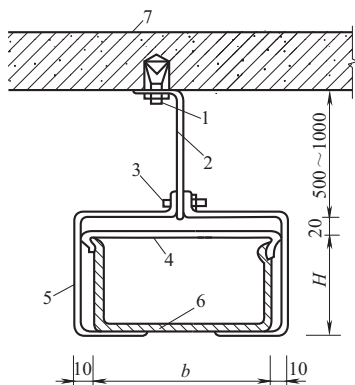

图 2-36 金属线槽用扁钢吊架安装
(3) 金属线槽用吊架悬吊安装。金属线槽用吊架悬吊安装时，可采用圆钢吊架安装或采用扁钢吊架安装。采用扁钢吊架安装如图 2-36 所示。